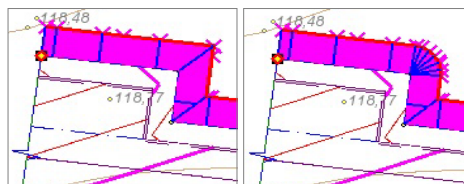

Рис. 6.29
– Параметр **Скругление в углах** можно отключить, если требуется сопрячь откосы на внешних углах площадки без скругления по низу откосов. Сравните результаты построения с разными настройками данного параметра (рис. 6.29).